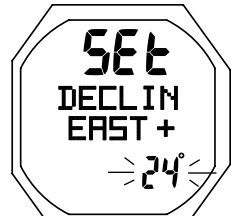

Fig. 158 - AJUSTE DE DECLINACIÓN
- > Si selecciona DECLIN EAST (o WEST), se accede a la pantalla de ajuste de la declinación, con el ajuste parpadeando (Fig. 158).